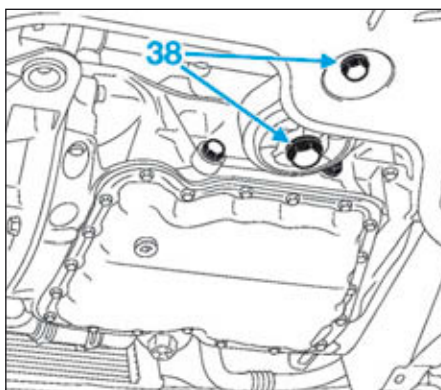

FIG.18
- Déposer les vis de fixation (38) (Fig.18) de la suspension pendulaire arrière et la déposer.